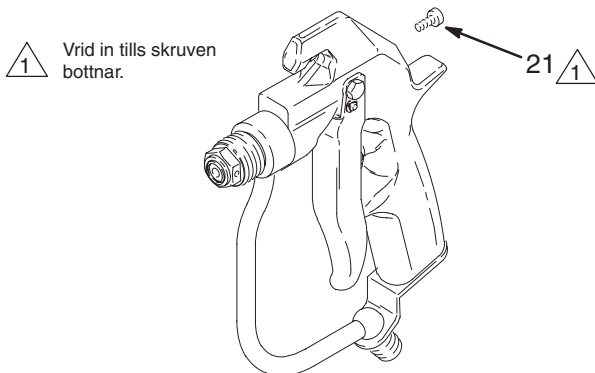

Fig. 21
9. Montera skruven för fjäderspänning (21) bak på pistolen. Vrid sedan in skruven tills den bottenar. Se Fig. 21.